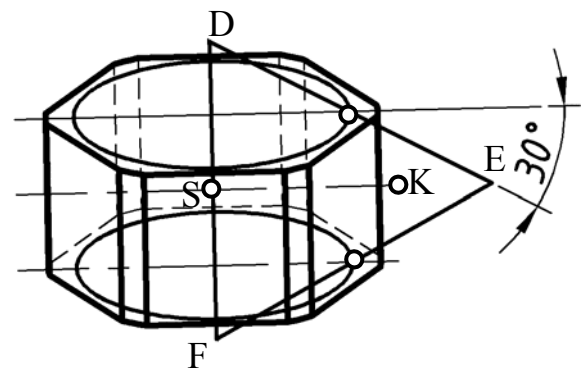

Рис. 43
- создаем равносторонний треугольник DEF (рис. 43), таким образом, чтобы боковые стороны пересекали окружности фасок;